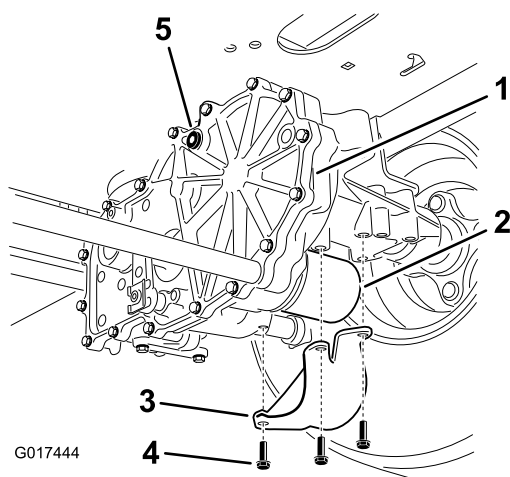

Figura 73
2. Individuate il filtro e le protezioni su ogni sistema di trasmissione (Figura 73).
3. Rimuovete le 3 viti con cui è fissata la protezione del filtro (Figura 73).